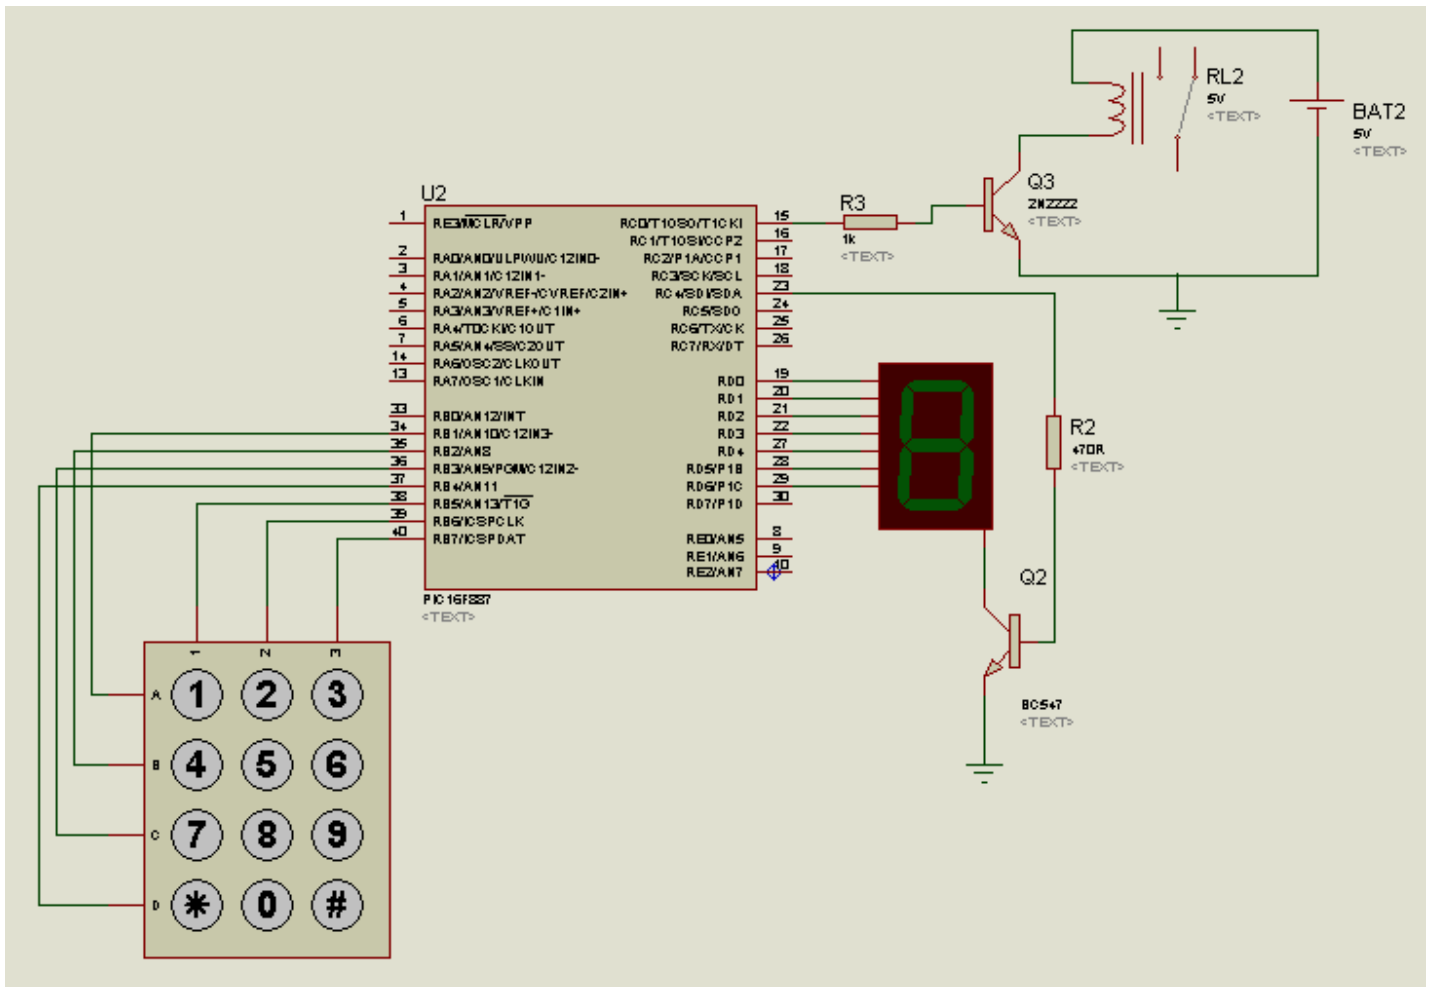

Figura 6.2
**Ejemplo 2. Armar el circuito de la figura 6.2 y probar el siguiente programa, además de simularlo en Proteus.**